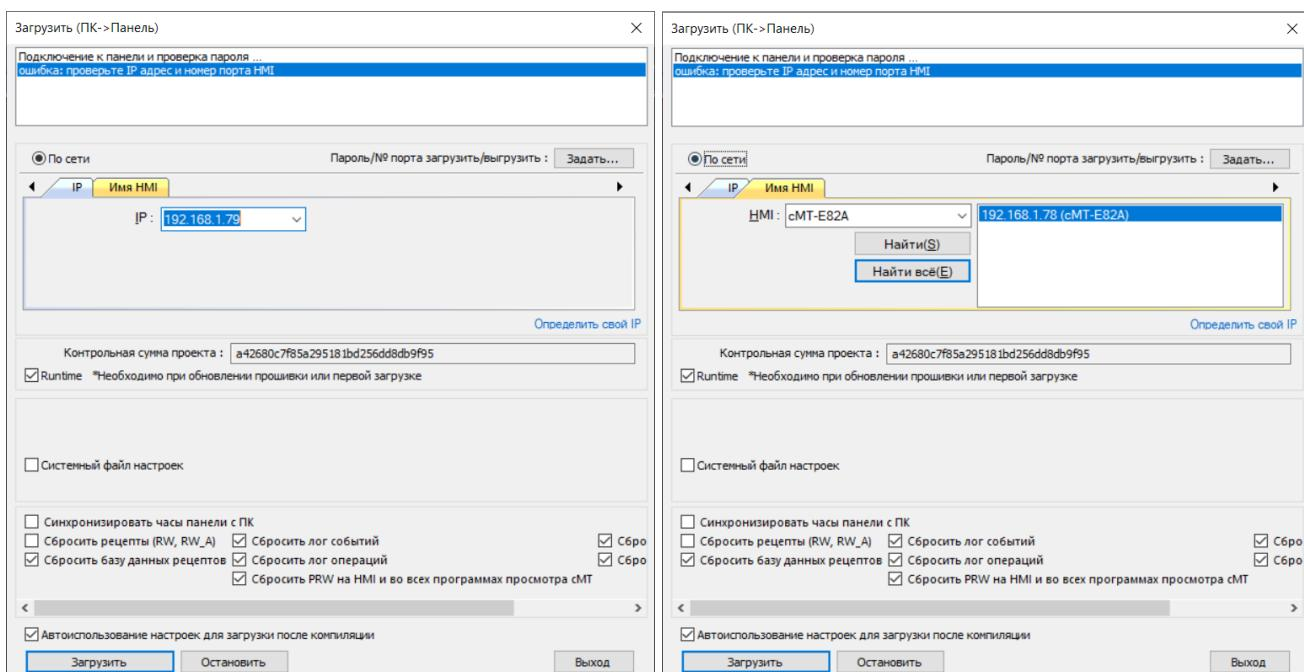

Рисунок 4.22 – Окно «Загрузить (ПК-&gt;Панель)»
- Перейти на вкладку «Проект» – кнопка «Загрузить (ПК->Панель)» (рисунок 4.22).
4. Произвести подключение к панели оператора, введя IP-адрес порта LAN 2 («Ethernet 2»), в поле «IP:». Альтернативным вариантом подключения к панели оператора является подключение с использованием имени панели. Для этого необходимо перейти на вкладку «Имя HMI» и нажать кнопку «Найти всё» и если панель оператора находится в той же подсети, что и АРМ администратора, то справа будут видны найденные панели (рисунок 4.22, справа). Начать загрузку прикладного ПО на панель оператора можно нажав кнопку «Загрузить».